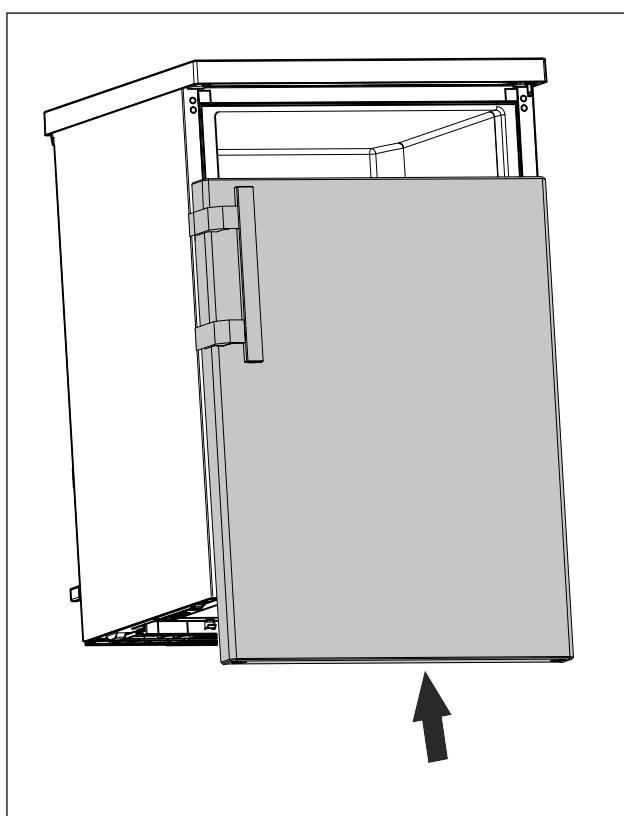

Fig. 16
- У закритому стані насуньте дверцята на верхній болт. (див. Fig. 16)